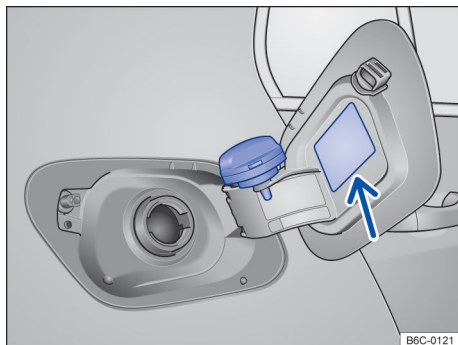

Fig. 156 Portinhola do tanque de combustível aberta com a tampa do tanque de combustível pendurada.
- Remover a tampa do tanque girando-a no sentido anti-horário e encaixá-la no suporte na portinhola do tanque → Fig. 156.